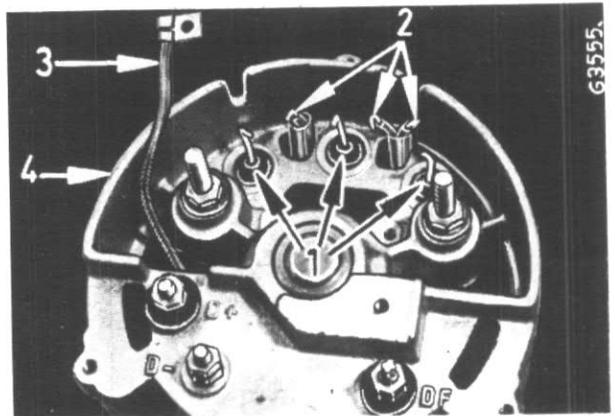

Figure 46
A l'aide d'un fer à souder et d'une paire de pinces à becs plats (pour la plaque de refroidissement), des-soudez les extrémités de l'enroulement du stator (2) fig. 46. Dessoudez également les diodes négatives (1).